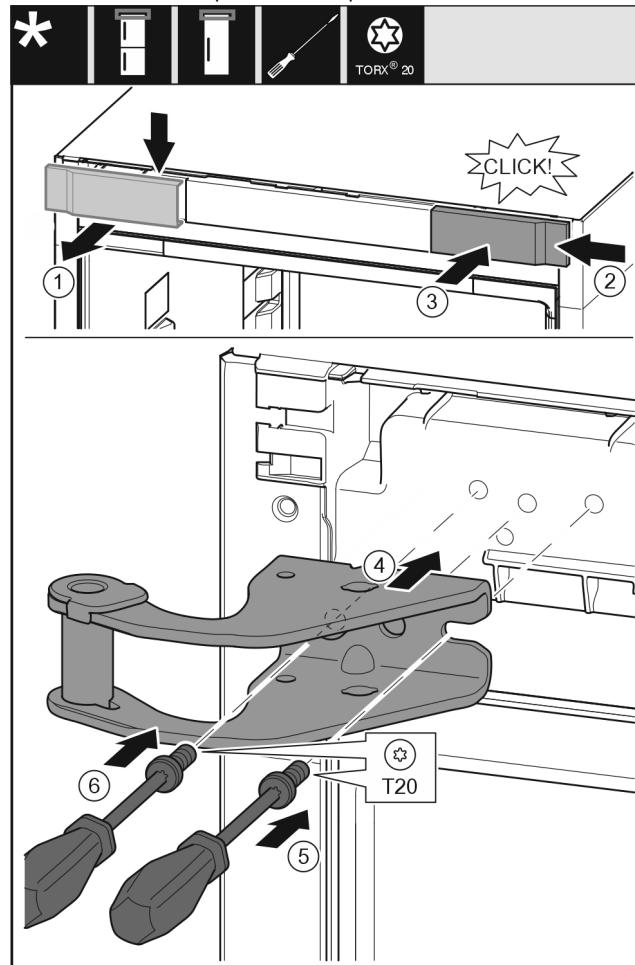

Fig. 15
- Свалете капака Fig. 15 (1) от горе напред.
- Закачете капака Fig. 15 (2), завъртян на 180°, от другата страна отдясно.
- Фиксирайте капака Fig. 15 (3).
- Поставете горната лагерна стойка Fig. 15 (4).
- С отвертка поставете винта Fig. 15 (5) и го затегнете.
- С отвертка поставете винта Fig. 15 (6) и го затегнете.